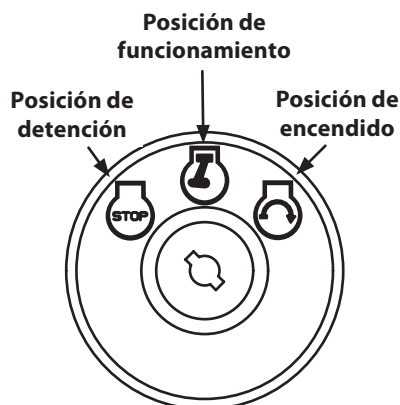

Figura 5-1
2. Mueva la palanca de cambios a la posición neutral (N).
4. Gire la llave de encendido en el sentido de las agujas del reloj hasta la posición START (encendido). Una vez que arranque el motor, suelte la llave. Volverá a la posición RUN (funcionamiento). Vea la Figura 5-1.
4. Gire la llave de contacto hacia la derecha a la posición MARCHA. Vea la Figura 5-1.